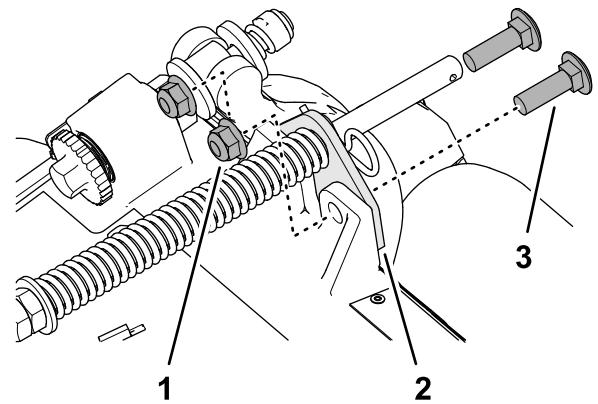

Figura 7
2. Îndepărtați cele 2 contrapiuliile cu guler ($\frac{3}{8}$ ") și cele 2 uruburi de fixare ($\frac{3}{8}$ " x $1 \frac{1}{4}$ ") care fixează suportul de compensare pentru gazon pe cadrul unității de tăiere (Figura 7).